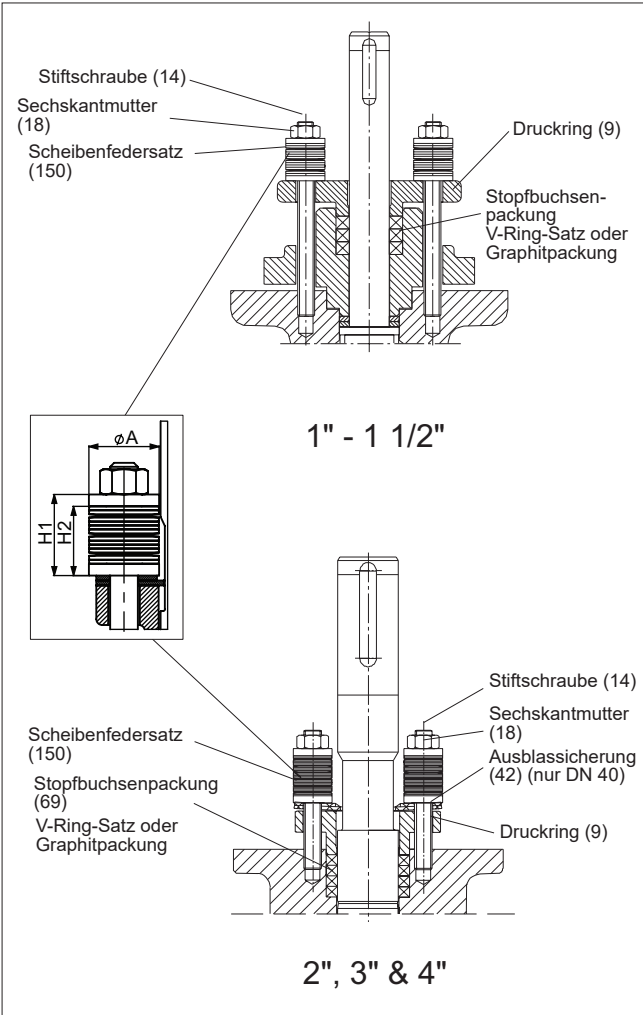

Abb. 11 Stopfbuchsenpackung
- Entfernen Sie die Passfeder (10).
- Entfernen Sie die Sechskantmutter (18), den Scheibenfedersatz (150), eine Stiftschraube (14) und die Ausblassicherungen (42, nur DN 40) sowie den Druckring (9).
- Entfernen Sie die Dichtungsringe (69) anhand eines Messers o.ä. Werkzeug von der Welle, ohne dabei die Welle oder die Bohrung zu verkratzen. Denken Sie bitte daran, dass der Druckring (67) bei der Entnahme der Packung herauspringen kann. Er muss dann vor dem Einsatz einer neuen Packung wieder an der richtigen Stelle eingesetzt werden.
- Setzen Sie die neuen Dichtungsringe (69) auf die Welle (5). Der Druckring (9) kann dazu genutzt werden, die Ringe in die Mulde zu drücken. Beschädigen Sie nicht die Packungsringe in der Wellenpassfeder. Siehe Abb. 11. Stellen Sie die entnommene Stiftschraube an.
- Entfernen Sie die Stopfbuchsenmuttern und eine Stiftschraube, montieren Sie die Ausblassicherungen (42, nur DN 40) und die entnommene Stiftschraube und setzen Sie den Scheibenfedersatz (150) auf die Stopfbuchsenmuttern. Ziehen Sie die Mutter (18) an, so dass die Scheibenfedern bis zur Höhe H2 komprimiert werden; siehe in Tabellen 1 und 2. Sichern Sie die Muttern mit einem Dichtungsmittel, z.B. Loctite 221. Siehe Abb. 11.